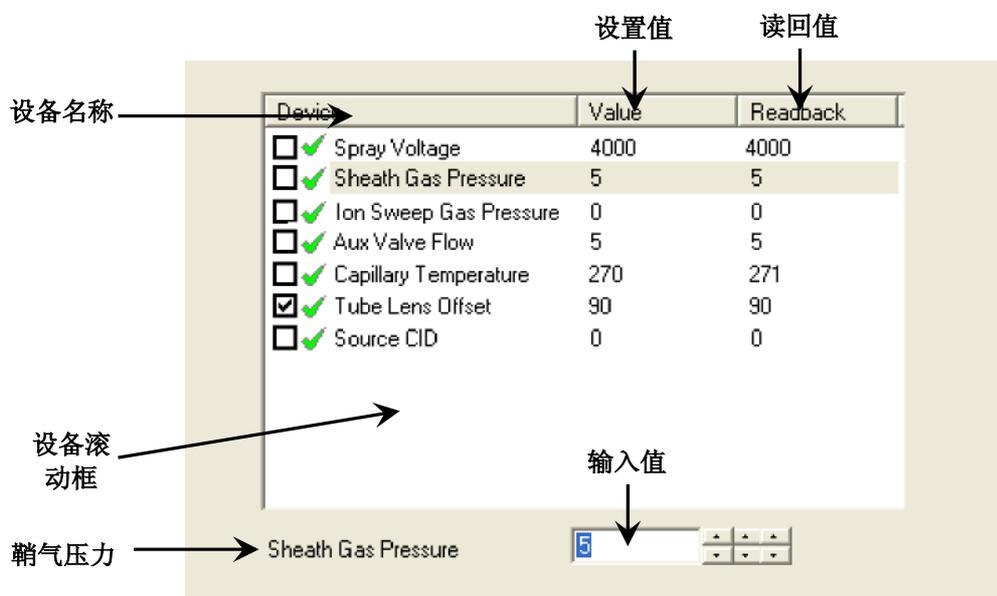

图 2-4. 优化化合物敏感装置视图
i. 在工作区域右上角Optimize Compound Dependent Devices视图的Device Display框中点击Sheath Gas Pressure。该操作将设备微调框标题改为*Sheath Gas Pressure*并允许用户更改鞘气压力, 见图2-4。